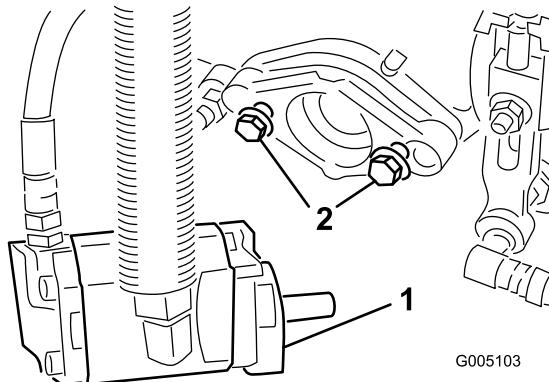

図 14
- リールモータを固定するための取り付けボルトを各カッティングユニットに装着する。ネジ山が13mm程度突き出るようにする(図 14)。
- 取り付けボルトを締め付ける。(図 14)。